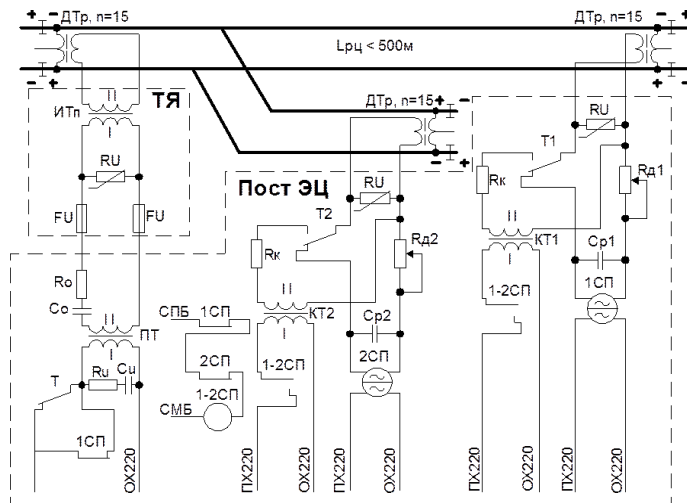

Рисунок 3 – Схема релейной цепи
1. Дана схема рельсовой цепи (Рис. 3). Определить её тип в зависимости от вида рельсовой линии;